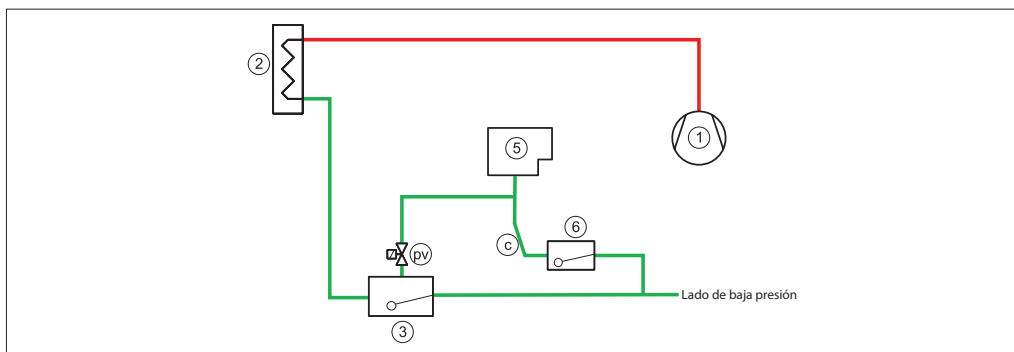

Fig. 8 Conexiones del purgador (pv). El tubo de drenaje (c) debe estar colocado en vertical o con una pendiente descendente
En los sistemas con un control de nivel de líquido a alta presión, el aire se concentrará en la válvula de flotador (3) (véase la Fig. 8).